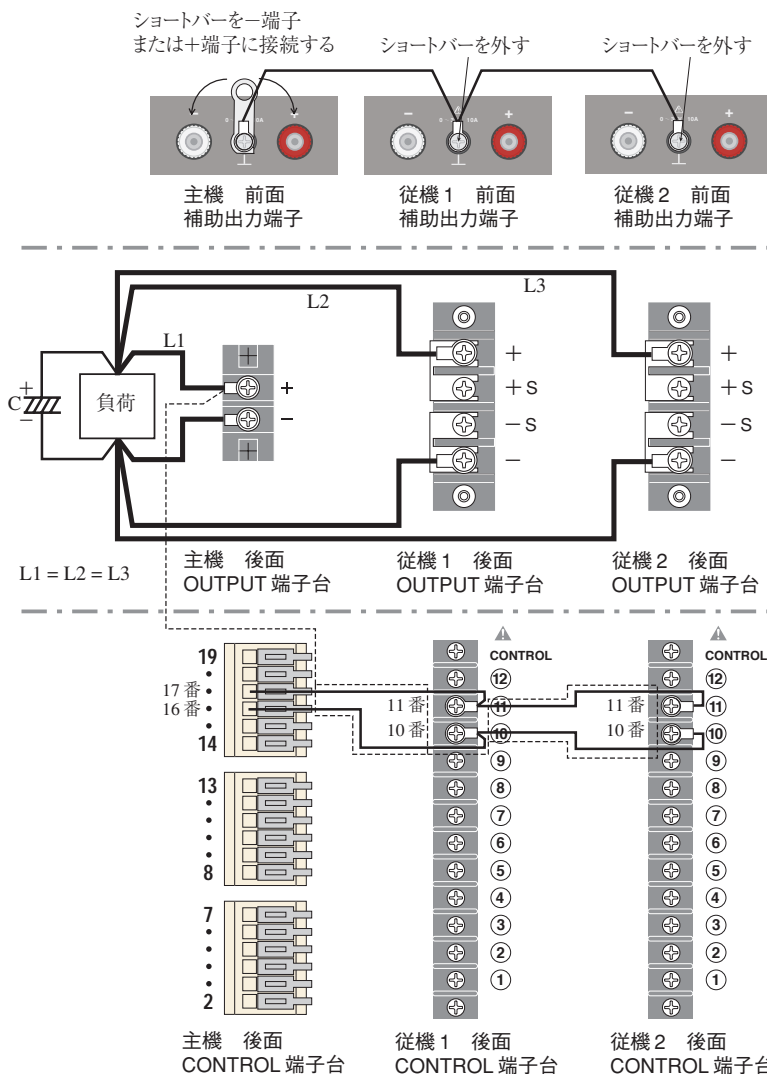

図 4-20 ワンコントロール並列運転の接続
PAN-A シリーズと PAN シリーズを混在させる場合は、図 4-20 を参照してください。
- PAN16-50A と PAN16-50 を混在させてワンコントロール並列運転を行う場合は、図 4-20 の CONTROL 端子台の接続も参照してください。